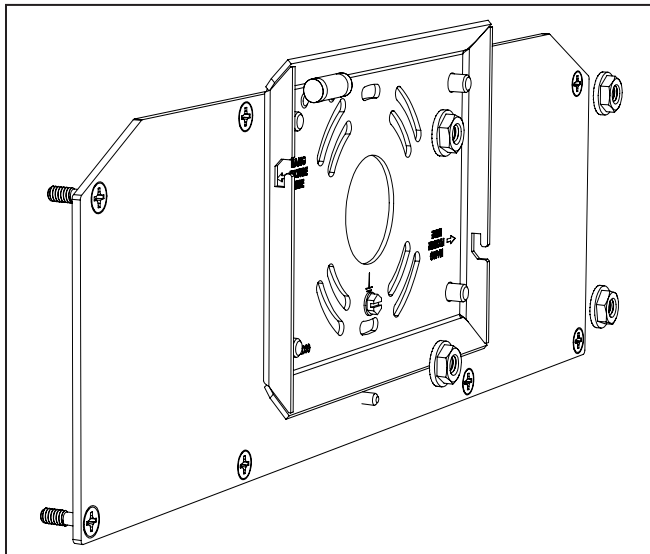

Figure 13.
2. Fixez la plaque de calage à la plaque de recouvrement avant à l'aide des quatre (4) boulons de carrosserie (Figure 13). Serrez les boulons de carrosserie à 5,6 Nm (50 po-lb).